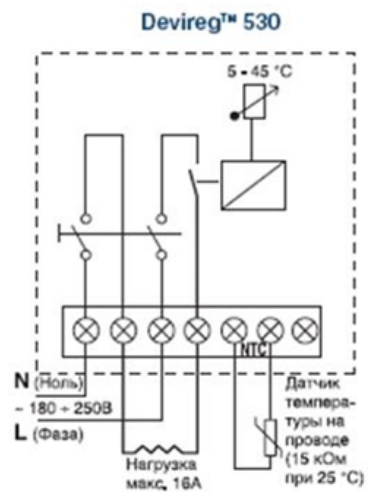

Рис. 5. Электрическая схема подключения.
4. Подключение терморегулятора производится согласно монтажной электрической схеме (Рис. 5). При подключении к регулятору питающего сетевого кабеля следует соблюдать фазировку. Терморегуляторы не имеют специального контакта для подключения «земли». Вывод экранирующей оплетки нагревательного кабеля должен соединяться с проводом «земля» питающей сети с помощью дополнительной одиночной клеммы, располагаемой внутри монтажной коробки.